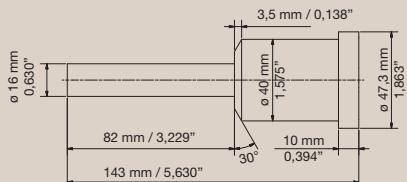
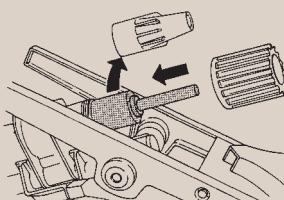

Fig. 1
Fig. 2
- 1) Mount the gauge in place of the nozzle, Fig. 2. The gauge can be tooled according to the dimensions given in Fig. 1.
- 1) Monter le calibre à la place de la buse, Fig. 2. Le calibre peut être construit selon les dimensions indiquées sur la Fig. 1.
- 1) An Stelle der Düse die Lehre montieren, Fig. 2. Die Lehre kann an Hand der Skizze Fig. 1, einfach selbst hergestellt werden.
- 1) Monte el calibrador en lugar de la boquilla, Fig. 2. Se puede fabricar el calibrador secondo las dimensiones indicadas en la Fig. 1.
- 1) Montare la dima al posto del bocaglio, Fig. 2. La dima può facilmente essere tornita come da Fig. 1.
- 1) Monte o calibrador no lugar do bocal (fig. 2). O calibrador pode ser usado de acordo com as medidas apresentadas na fig. 1.